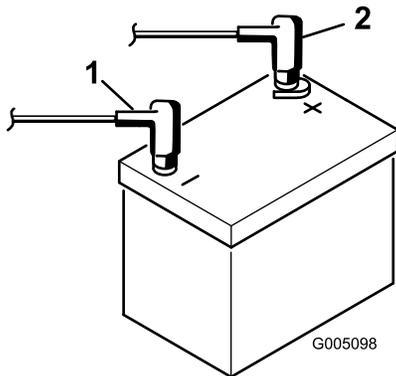

Figura 4
8. Instale o cabo positivo (vermelho) no terminal positivo (+) e o cabo negativo (negro) no terminal negativo (-) da bateria e fixe-os com os parafusos e as porcas (Figura 4).